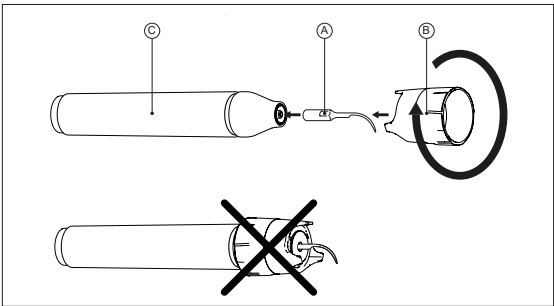

Fig.1
Reportez-vous à la Fig. 1
- 2 Insérez l'insert piézoélectrique dans la clé dynamométrique, comme illustré à la figure 1 ;
⚠ **ATTENTION** : Ne saisissez pas la pièce à main par l'extrémité et/ou le cordon, mais uniquement par le corps (Figure 1- Réf. C). Ne faites pas pivoter le corps pendant la fixation de l'insert piézoélectrique. Saisissez fermement le corps de la pièce à main et tournez uniquement la clé dynamométrique.